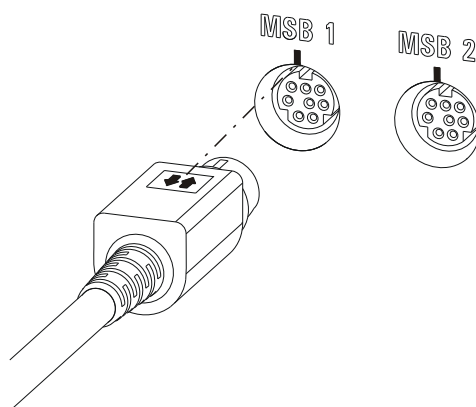

Abbildung 15 MSB-Anschluss
- Achten Sie beim Anschliessen darauf, dass der flache, mit Pfeilen markierte Teil des MSB-Steckers in Richtung der Markierung am MSB-Anschluss zeigt (siehe Abbildung 15, Seite 25).